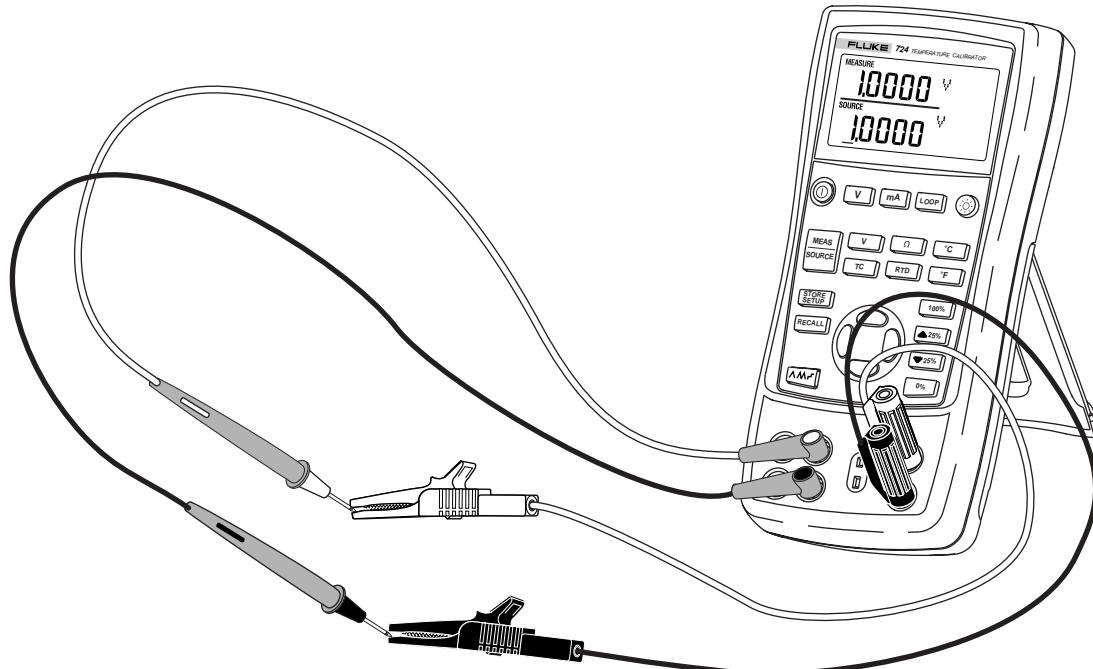

图 5. 电压-电压测试
1. 按图 5 所示把校准仪的输出电压端子接到它的输入电压插孔上。
2. 按 ① 打开校准仪。按 **v** 选择直流电压（显示屏上部）。
5. 按 ① 或 ② 以选择改变一个数位。按 ③ 选择输出值为 1 V。按住 **0%** 使 1 V 作为 0 % 的值。
6. 按 ③ 使输出增加到 5 V。按住 **100%** 使 5 V 作为 100 % 的值。